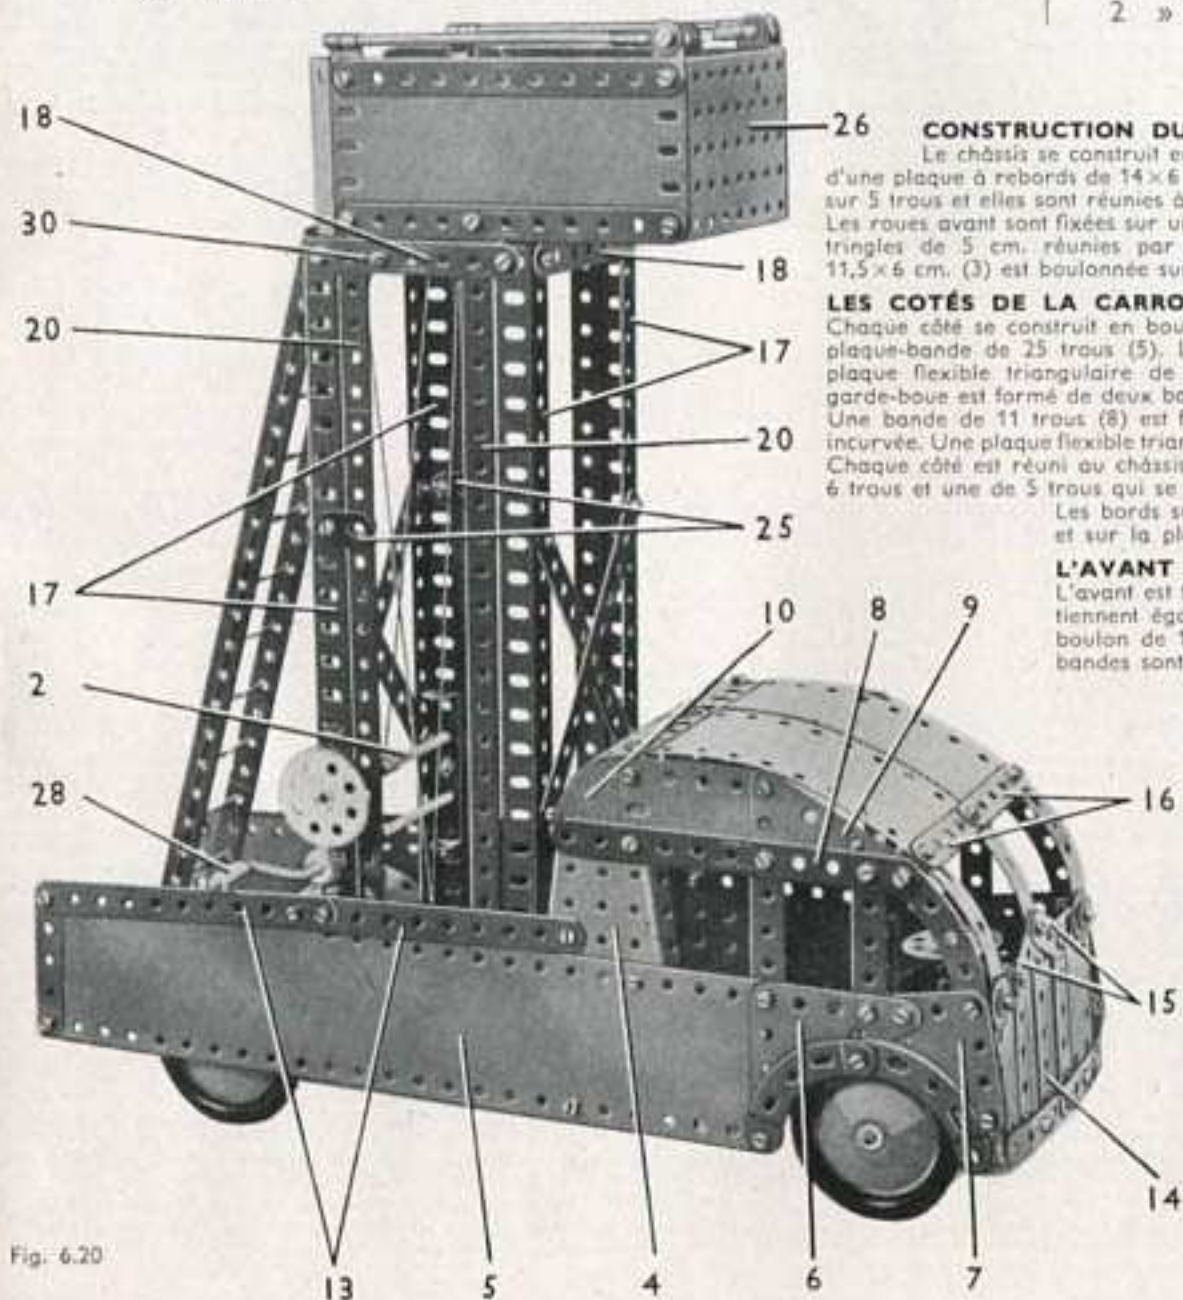

Fig. 6.20
Chaque côté se construit en boulonnant une plaque-secteur à rebords (4) sur une plaque-bande de 25 trous (5). La plaque-bande est prolongée à l'avant par une plaque flexible triangulaire de 6×4 cm. (6) et par une de 6×5 cm. (7). Le garde-boue est formé de deux bandes incurvées épaulées. L'une d'elles est boulonnée sur la plaque-bande (5) et l'autre est tenue par un support plat sur la plaque (7). Une bande de 11 trous (8) est fixée sur la plaque-secteur à rebords (4), et elle est réunie aux plaques (6) et (7) par deux bandes coudées de 60×12 mm. et une bande incurvée. Une plaque flexible triangulaire de 6×4 cm. (9), une plaque flexible de 6×4 cm. et une plaque semi-circulaire (10) sont fixées sur la bande (8) comme le montre la figure 6.20. Chaque côté est réuni au châssis par des équerres boulonnées sur une bande (11), et par des embases triangulées coudées (12). La bande (11) est formée par une bande de 6 trous et une de 5 trous qui se recouvrent sur 2 trous. Le marchepied arrière est formé par une bande coudée de 60×12 mm. fixée sur la bande (11) par des équerres. Les bords supérieurs des deux côtés sont légèrement inclinés et sont formés par deux bandes de 11 trous (13) fixées sur la plaque-secteur à rebords (4) et sur la plaque-bande (5).